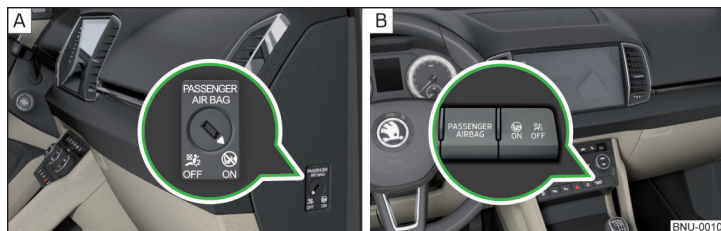

Fig. 23 Conmutador de llave para el airbag lateral del acompañante/Testigo para el airbag delantero del acompañante
El airbag frontal del acompañante se puede desconectar con el conmutador de llave » fig. 23 de la pág. 29 - A.
Posiciones del conmutador de llave » **fig. 23 - [A]**
**OFF** El airbag frontal del acompañante está apagado - después de encender la conexión ilumina el testigo de control **OFF** » **fig. 23 - [B]**